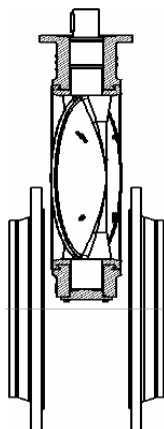

рис. 3
- заслонка устанавливается между фланцами без трудности и без повреждений футеровки (см. рис. 3). Если расстояние между фланцами недостаточное, дополнительно используйте фланцевую распорку;